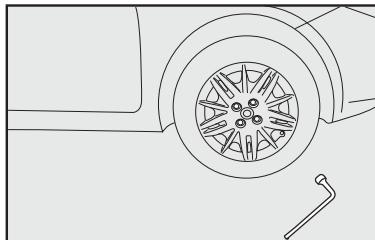

fig. 5
- Desapertar cerca de uma volta os parafusos de fixação da roda a ser substituída, **fig. 5**.